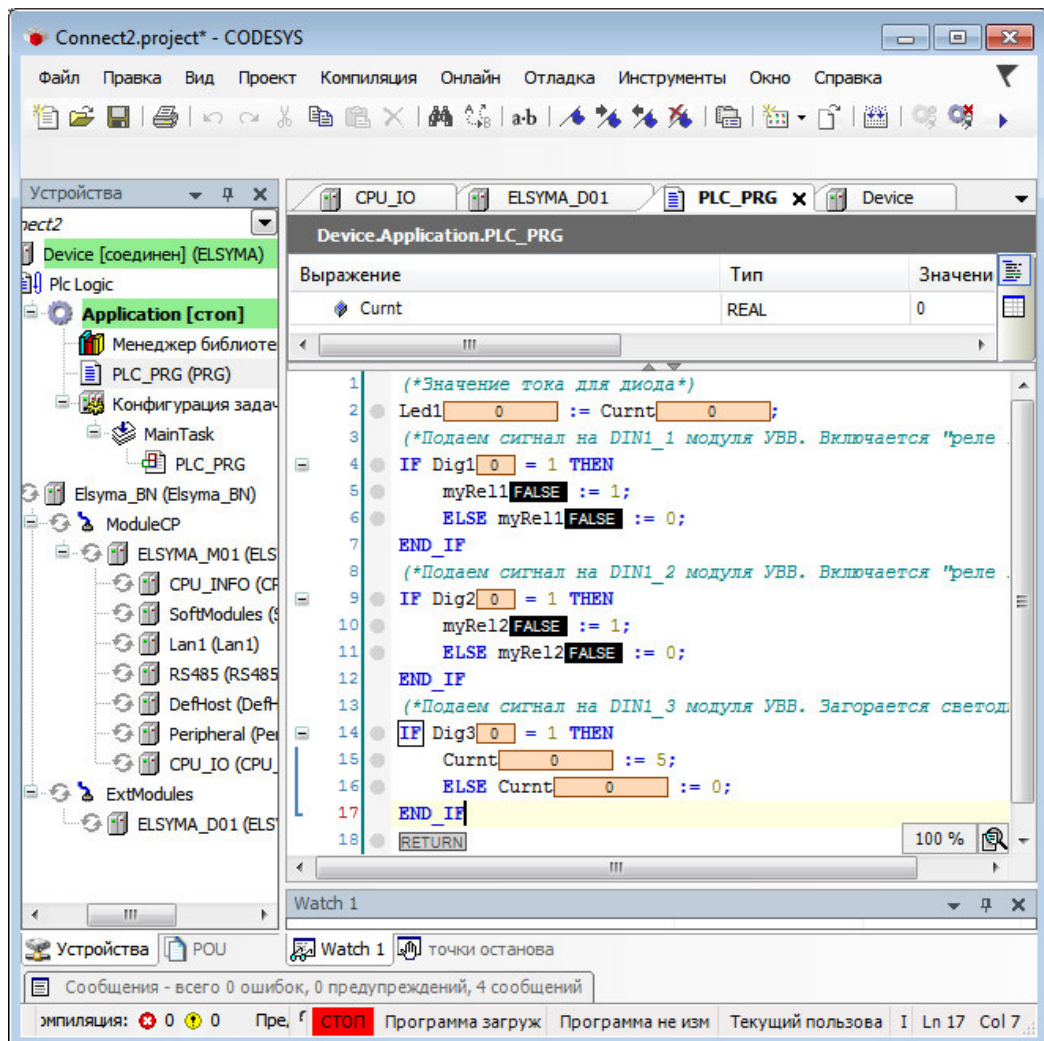

Рисунок 5.11 - Редактор POE. Загрузка задачи в контроллер
1. Перейти в редактор **POU** на закладку **PLC_PRG** и подключиться к контроллеру, выбрав команду **Логин** в меню **Онлайн** или нажав клавиши **[Alt]+[F8]**. На вопрос о загрузке задачи в контроллер следует нажать кнопку «Да». В строке статуса программы *CoDeSys* отображается состояние **СТОП** (рисунок 5.11).